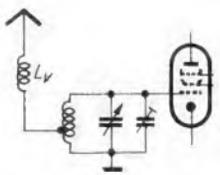

Bild 3. Induktive Antennenkopplung mit Verlängerungsspule und angezapfter Gitterspule
b) Hochinduktiver Antennenkreis mit Verlängerungsspule (Bild 3). An Stelle der magnetischen Kopplung zwischen Antennen- und Gitterspule wird auch die Abwandlung dieser Schaltung mit angezapfter Gitterspule nach Bild 3 angewendet. Die Verlängerungsspule L_v kann hierbei getrennt angeordnet werden, was bei den engen Raumverhältnissen des Autosupers einbaumäßig von Vorteil ist.